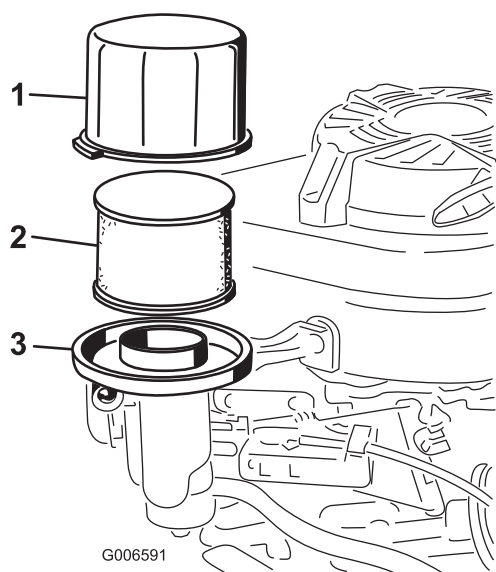

Figure 28
3. Déposez le couvercle et nettoyez-le soigneusement (Figure 28).
4. Déposez le préfiltre en mousse et l'élément filtrant en papier (Figure 28).
5. Retirez le préfiltre en mousse de l'élément en papier (Figure 28), et remplacez l'élément en papier s'il est très encrassé.
6. Inclinez la machine, filtre à air en haut, pour vidanger l'huile dans le bac de vidange (Figure 28).